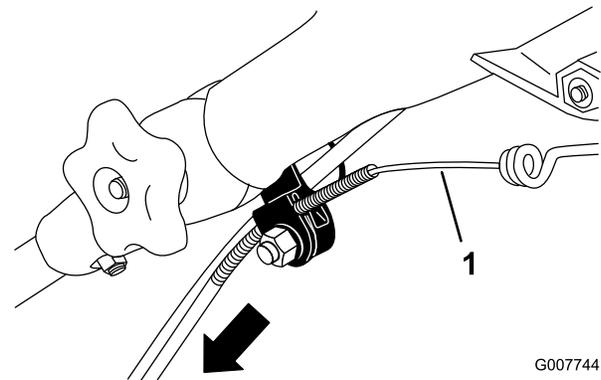

Figura 37
3. Tire hacia abajo de la cubierta del cable hasta eliminar la holgura en el cable expuesto (Figura 37).